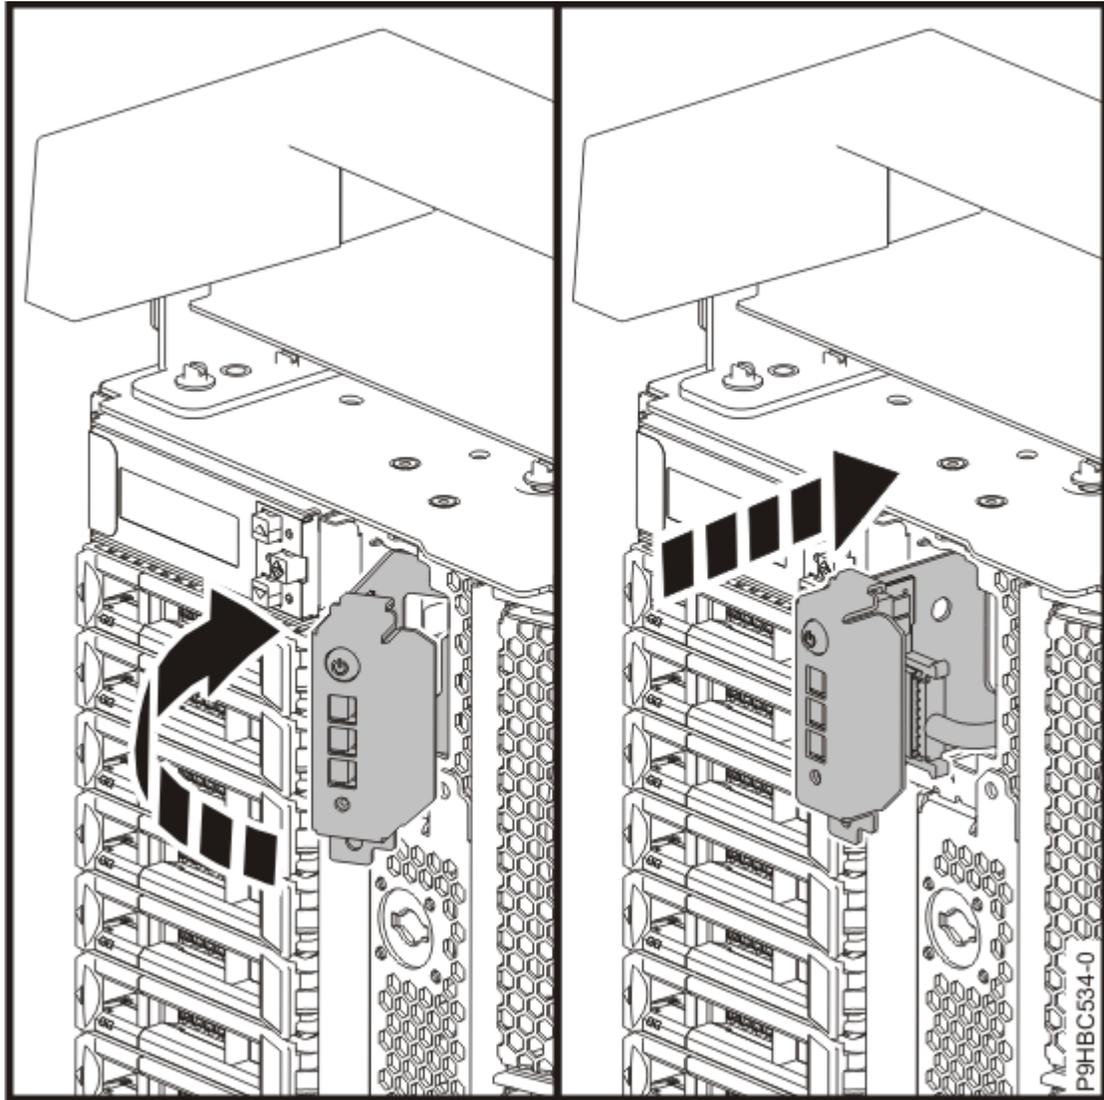

Abbildung 80. Steuerkonsole austauschen - Standalone-System
- a) Tauschen Sie die Steuerkonsole im System aus, indem Sie die Steuerkonsole nach rechts drehen (siehe Abbildung 80 auf Seite 85).